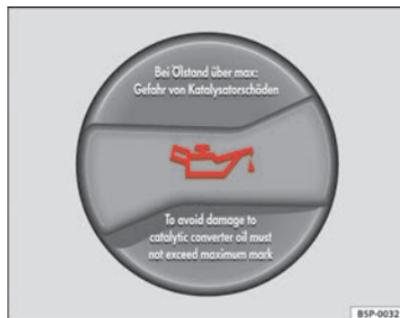

Abb. 114 Deckel der Motoröl-Einfüllöffnung im Motorraum
- Schrauben Sie den Deckel der Motoröl-Einfüllöffnung ab ⇒ Abb. 114.
- Wenn der Ölstand mindestens den Bereich (B) erreicht hat, vorsichtig den Deckel der Einfüllöffnung aufschrauben. ▶